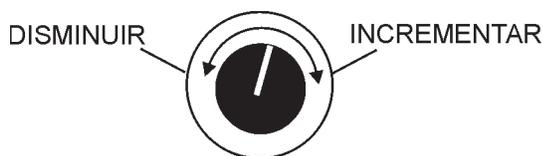

Figure 47. Perilla Reguladora de Voltaje
7. El voltímetro CA del generador(Fig 47) mostrará la salida del generador en **VOLTS (VOLTIOS)**. Si el voltaje esta sin las especificaciones toleradas, utilice la perilla de control de ajuste de voltaje((Fig 47) para aumentar o disminuir del voltaje deseado.